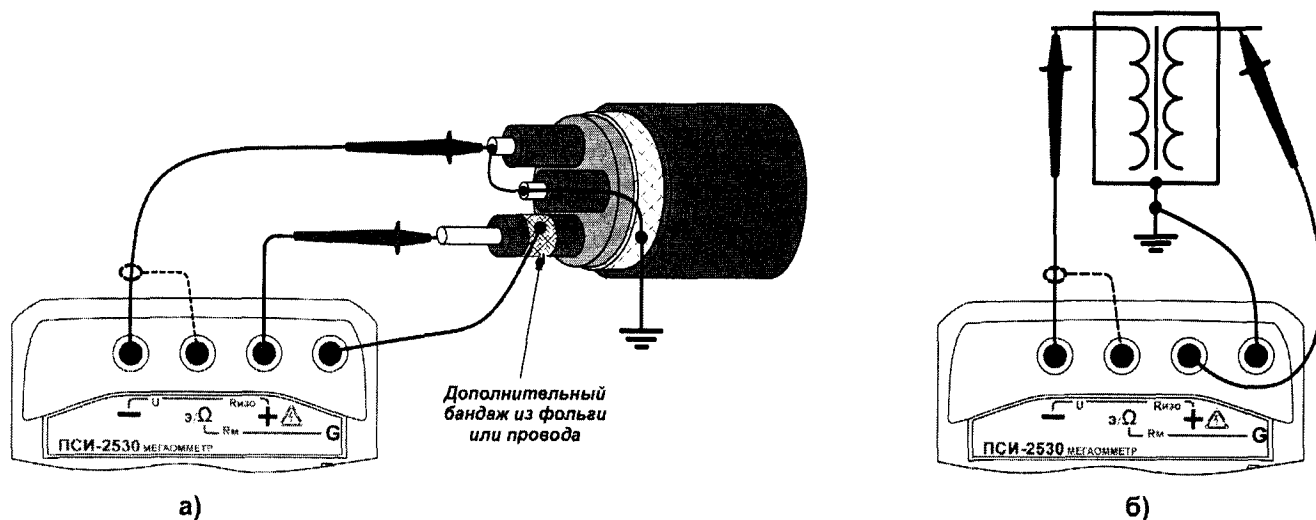

Рисунок 2.6 – Снижение влияния поверхностных токов утечки
- обычно, если один из контактов измеряемого сопротивления заземлен (рисунок 2.6.а), то к нему рекомендуется подключать «-» мегаомметра. Однако, в случае неустойчивых показаний смена полярности подключения может обеспечить более стабильные показания.